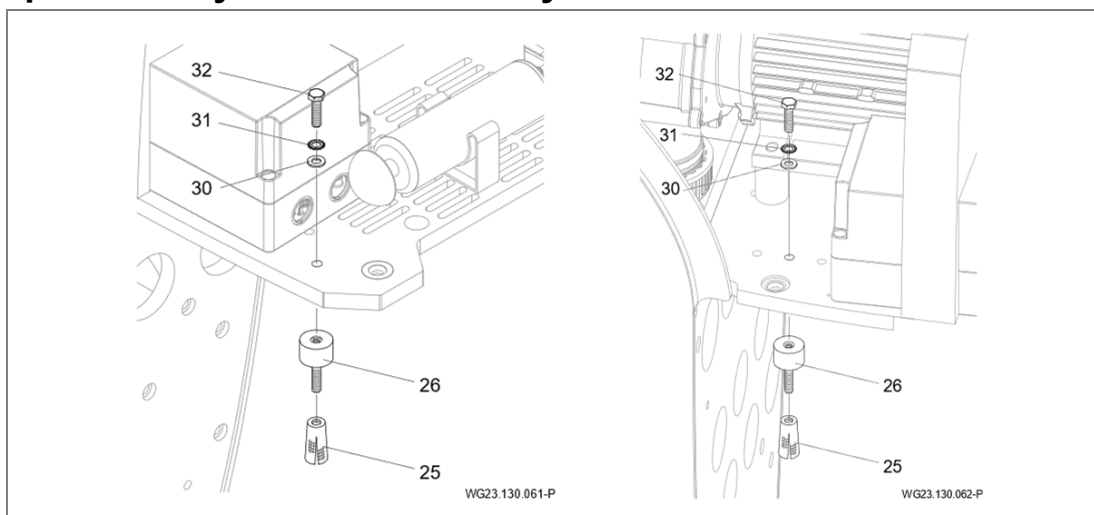

Рис. 6
- Вставьте распорный дюбель (25) и навинтите резино-металлический буфер (26). "Рис. 6" на стр. 21 и .
→ Разместите установку на резино-металлических буферах и закрепите ее с помощью винтов с шестигранной головкой (32), зубчатых шайб (31) и прокладочных шайб (30). "Рис. 6" на стр. 21.